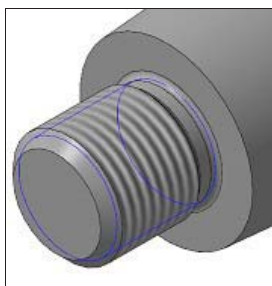

Рис. 30.31. Модель Вал 2
- ♦ в окне **Библиотеки** нажмите кнопку **Применить** — окно закроется и на модели появится фантом канавки. На панели **Параметры** нажмите кнопку **Завершить**. На модели появится канавка для выхода резьбы (рис. 30.31), а в **Дереве модели** — элемент **Проточка наружная М10х1 Н ГОСТ 10549–70**.